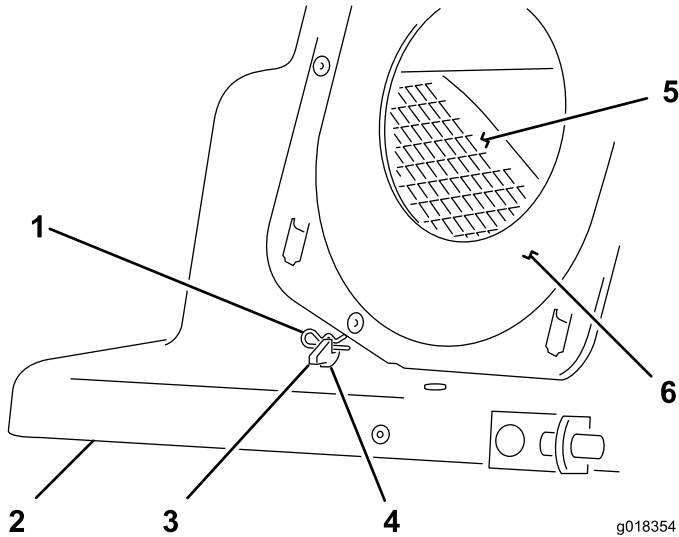

図 14
7. バッフル取り付けタブの穴にヘアピンを 図 14 のように通してフードにバッフルを固定する。